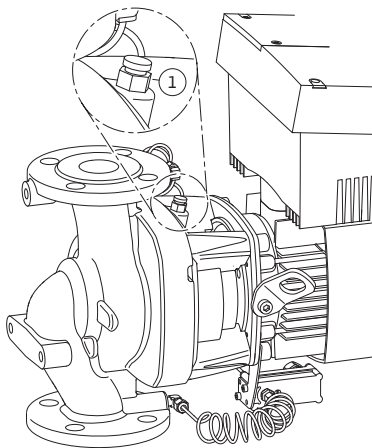

Fig. 45: Vanne de purge
6. Mettre la pompe hors pression en ouvrant la vanne de purge (fig. 45, pos. 1).